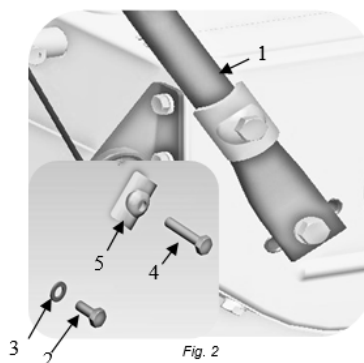

Fig. 2
- Utilice tornillos hexagonales M8 x 20 (2) y M8 x 40 (4) junto con las juntas planas de 8,5 x 16 x 1,5 (3) y las juntas SJ (5), dos para cada una, para montar el manillar inferior en los dos orificios de montaje de los lados izquierdo y derecho de la carcasa respectivamente (fig. 2).